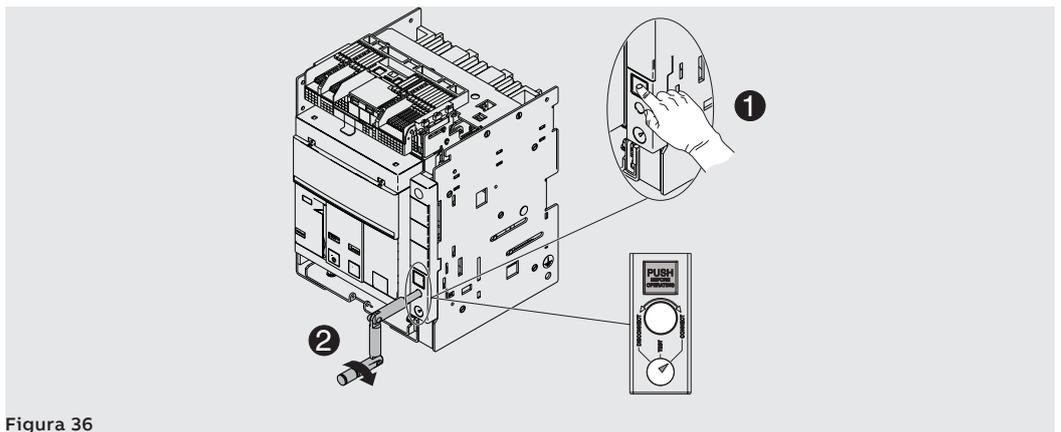

Figura 36
7. Presionar el pulsador de bloqueo y después girar la manivela en sentido horario hasta que el pulsador salga y el indicador señale que el interruptor está en posición **CONNECT**. Véase Figura 36.